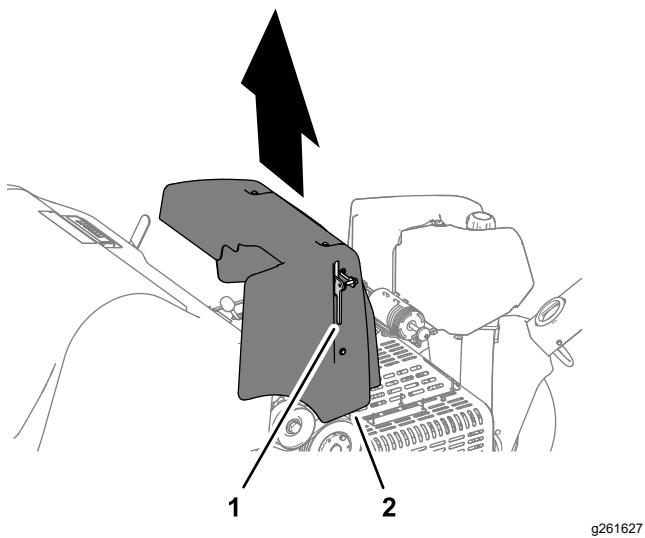

Figure 31
2. Levez le levier de verrouillage du capot et déposez le capot de la machine (Figure 31).